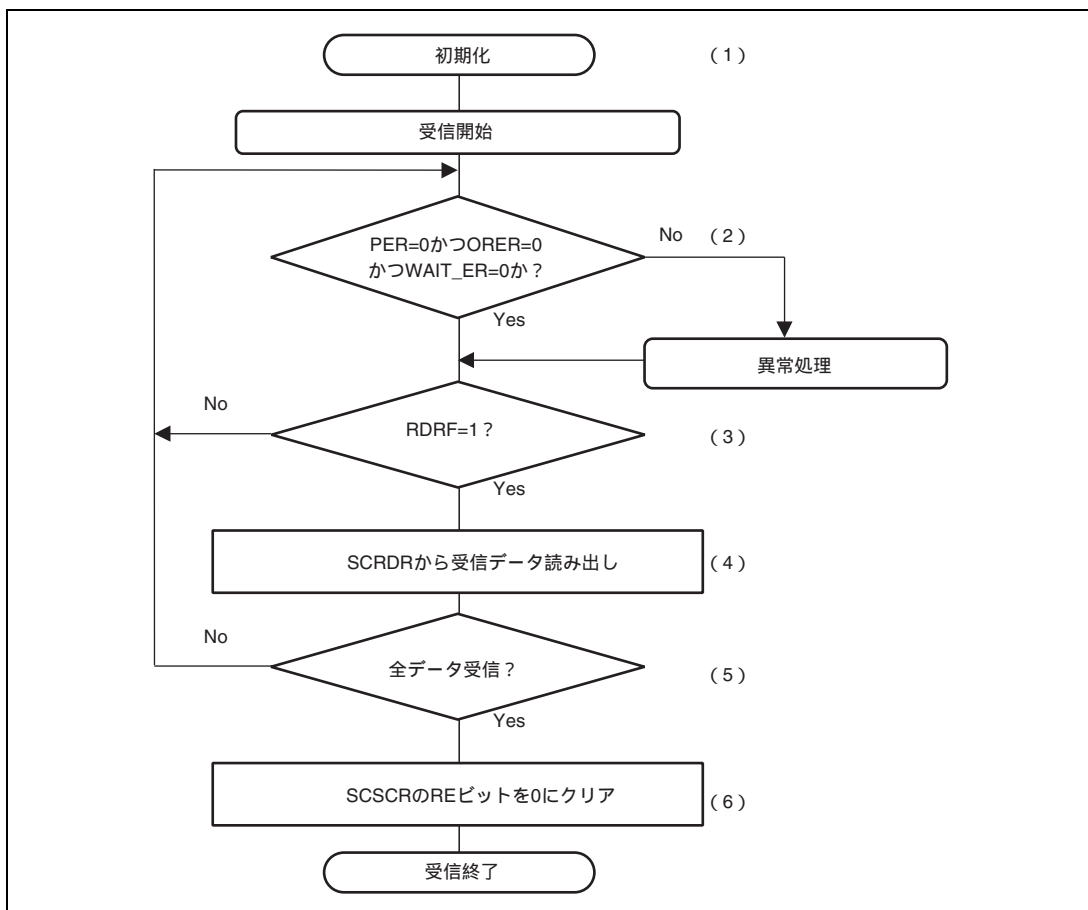

図 30.6 受信処理フローの例
(3) シリアルデータ受信
スマートカードモードのデータ受信処理フローの例を図 30.6 に示します。図 30.6 の (1) ~ (6) は以下の操作に対応します。
1. スマートカードインタフェースを「30.4.5 (1) 初期化」に従い初期化します。